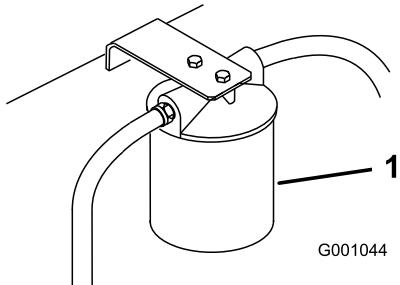

Figura 71
3. Coloque un recipiente bajo el filtro, retire el filtro usado y límpie con un paño la superficie de la junta del adaptador del filtro (Figura 71).